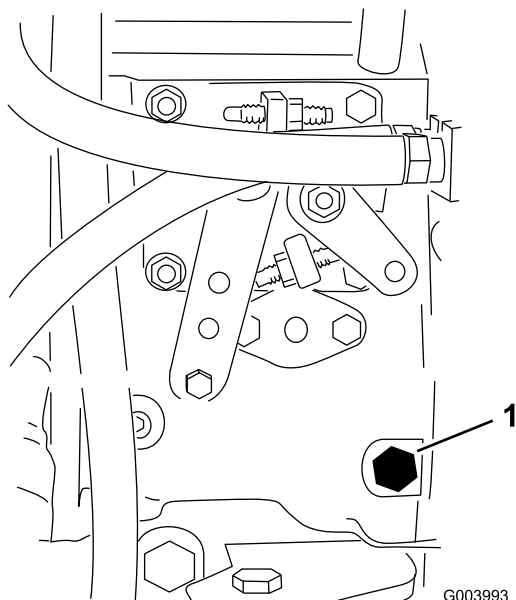

図 31
3. 燃料噴射ポンプ 図 31 についているエア抜きねじを、12mmのレンチを使って開く。